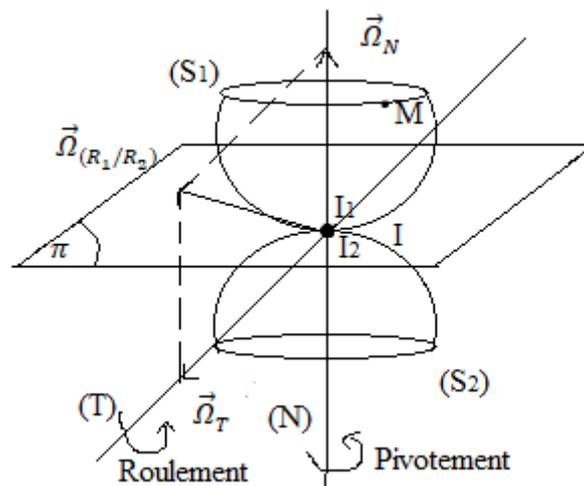

Figure IV.13
Soit (N) la normale et (T) la tangente au plan (π) en (I), présentent dans la Figure IV.13.
Soit un point M appartenant à (S1) Figure IV.13 :